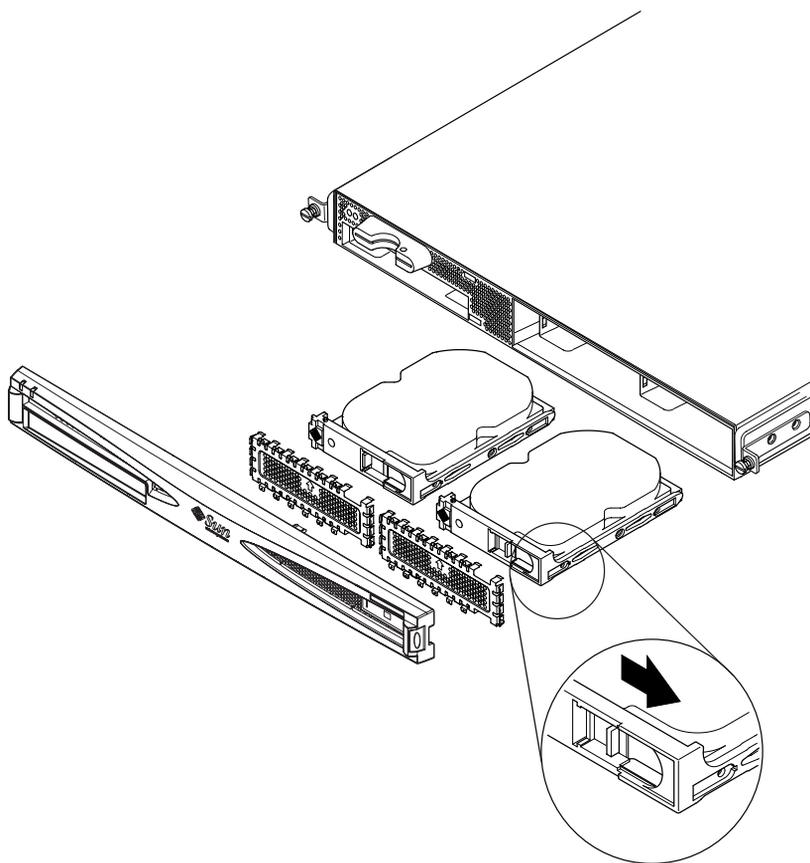

FIGURE 4-1 Insertion et suppression de disques durs
- Si vous *installez* un disque dur, faites-le glisser dans la baie prévue à cet effet à l'avant du serveur (voir la FIGURE 4-1). Poussez-le fermement jusqu'à ce que le levier métallique commence à se fermer : cela indique qu'il s'insère dans le connecteur du fond de panier. Poussez ensuite le levier métallique jusqu'à ce que le disque dur s'enclenche.
- Si vous retirez un disque dur, repérez le loquet à l'avant du disque et faites-le glisser sur la droite (voir la FIGURE 4-1). Cette opération permet d'ouvrir le levier métallique. Sans relâcher le loquet, tirez sur le disque dur pour le retirer à moitié de la baie et attendez une minute, le temps qu'il arrête de tourner (si vous retirez complètement un disque alors qu'il tourne encore, les forces gyroscopiques peuvent l'endommager). Une fois qu'il a arrêté de tourner, retirez-le du châssis.